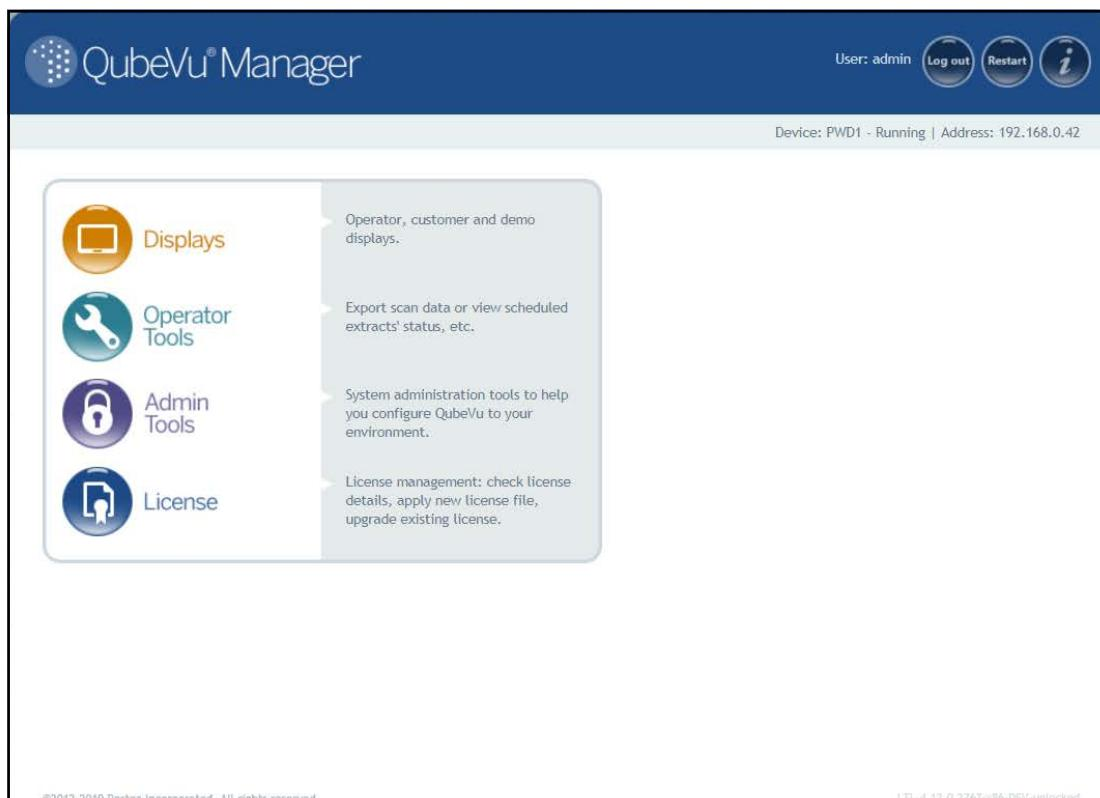

Figura 5-1. Página de inicio de QubeVu Manager
3. Pulse  Admin Tools en el menú **QubeVu Manager** para (Figura 5-1 en la página 21) entrar en el menú **Admin Tools** (Herramientas de administración) (Figura 5-2).